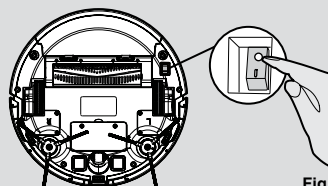

Fig. 9
Ligar o robot de aspiração com o botão ligar/desligar na parte inferior (I). **[Fig. 9]** Colocar em frente da estação de carregamento.
1. Pressionar o botão ligar/desligar no robot inferior. **[Fig. 9]**